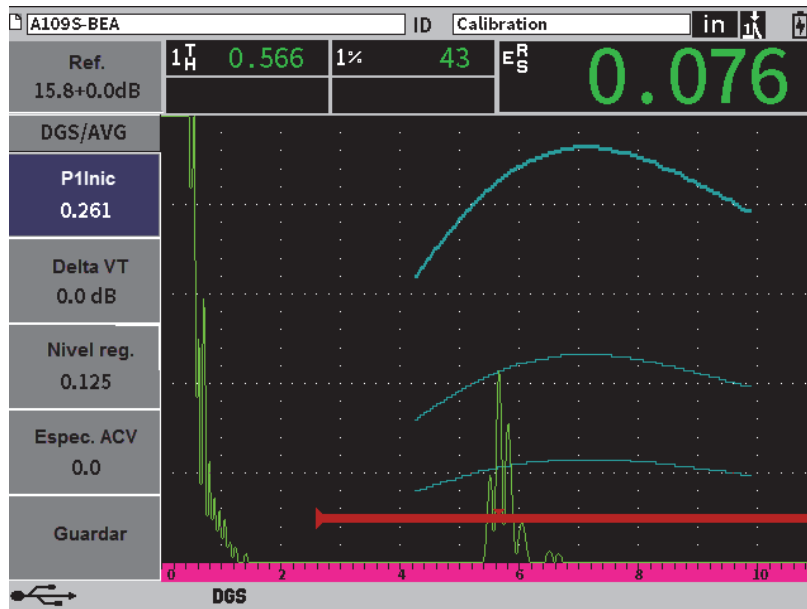

Figura 11-21 Curvas DGS/AVG en la pantalla
Después de haber capturado el reflector de referencia, el EPOCH 6LT calcula automáticamente la(s) curva(s) DGS/AVG y la(s) proyecta con la amplitud correcta del nivel de registro en la pantalla (vea la Figura 11-21 en la página 204).
1. En el submenú de la curva DGS/AVG, pulse la tecla TAB para seleccionar el parámetro **Delta VT** (vea la Figura 11-21 en la página 204).